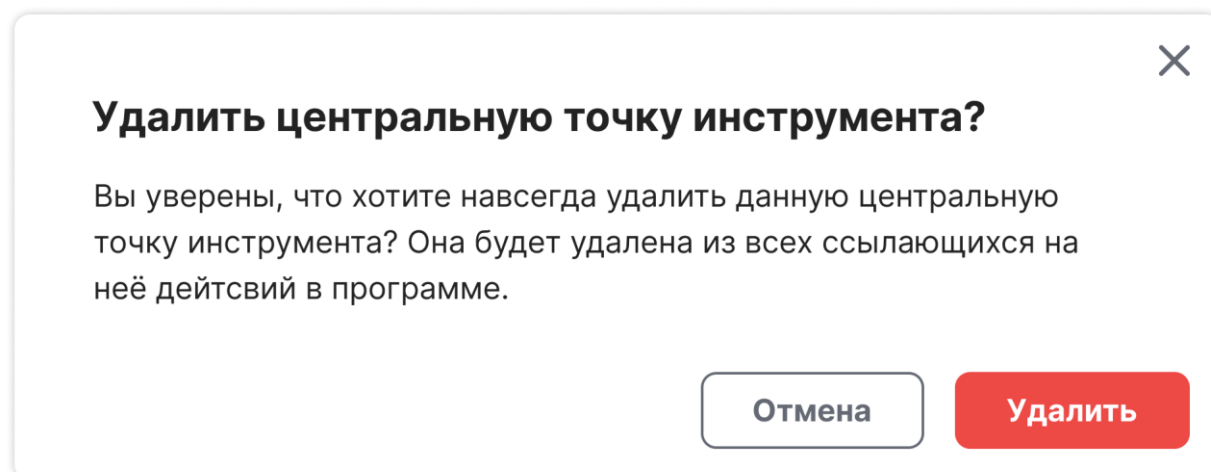

Рисунок 38 – Всплывающее окно при удалении ЦТИ.
Удаление ЦТИ осуществляется с помощью нажатия на значок «мусорная корзина», расположенный справа от названия ЦТИ. После нажатия на значок, на экране будет отображено всплывающее окно, предупреждающее об удалении ЦТИ и просьбой подтвердить действие (Рисунок 38). Для подтверждения удаления необходимо нажать на кнопку «Удалить».
1. Нажать на кнопку «Измерить» напротив поля «Ориентация» (Рисунок 38);